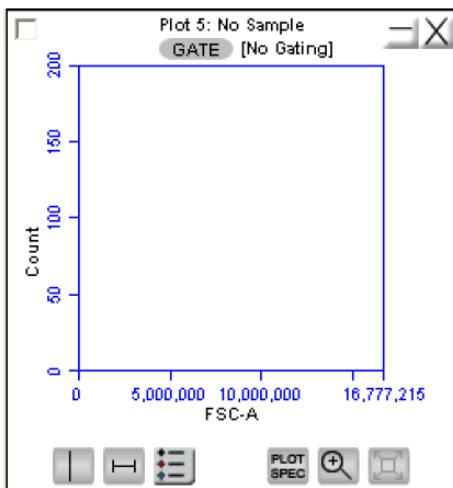

图 4-4. 空白的叠加直方图 plot。
2. 点击叠加直方图工具  工具 , 打开一个空白的单参数 FSC-A plot (图 4-4)。